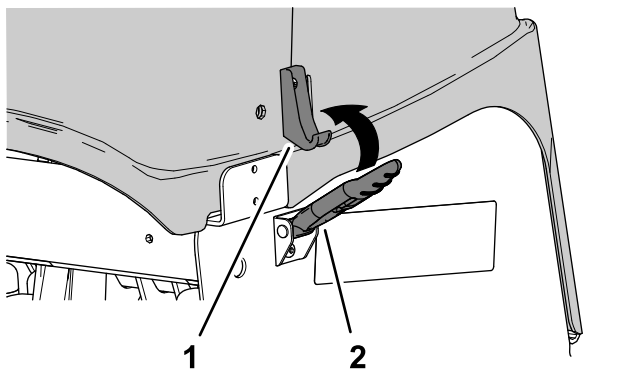

Figura 142
2. Enganche la cubierta del cabezal de perforación en la ubicación del cierre 4 (Figura 142).